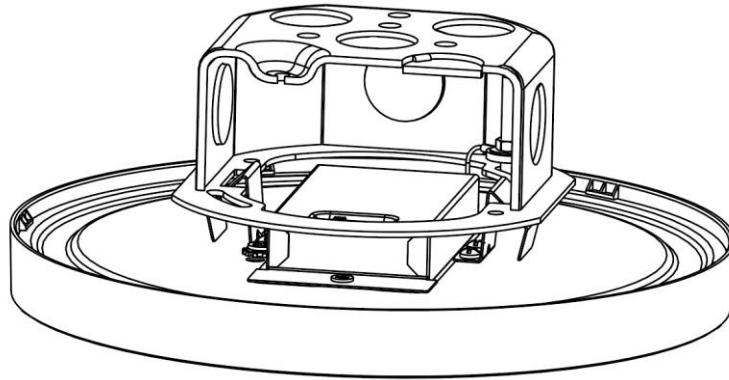

Figure 7
10. **Aligner l'agrafe à ressort** de l'ensemble du luminaire **avec la section dentelée** du support de montage, comme illustré à la *Figure 7*.